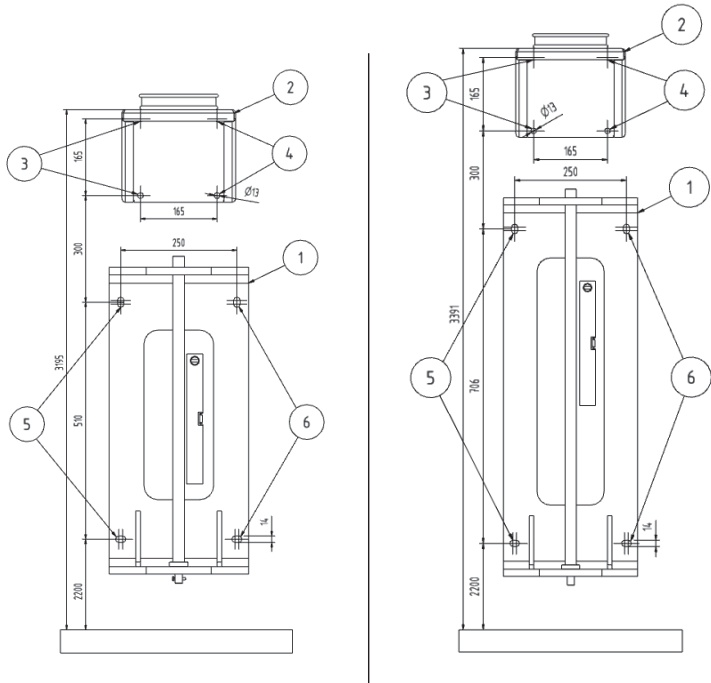

Bild 2-2
- Befestigen Sie die Wandkonsole (1) für den Schwenkausleger und die Wandkonsole mit Absaugöffnung (2) mit entsprechenden Schrauben und Dübeln an einem tragfähigen Untergrund.
- Wählen Sie dazu je nach Lieferumfang die große oder die kleine Wandkonsole (1) aus. (siehe dazu geteiltes Bild 2-2)